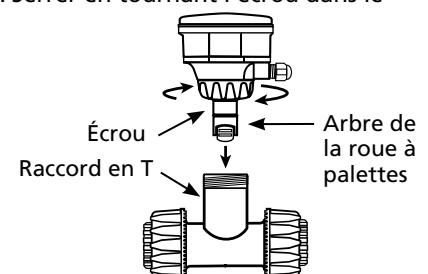

Figure 9
1. Suivre les instructions de montage du moteur et de la pompe (voir Figure 9).
2. Le module électronique du capteur de débit peut être facilement mis en place dans la chambre de débit au moyen du système de raccordement spécialement conçu pour cela (Figure 9.)
3. Insérer l'arbre de la roue à palettes dans le raccord en T (Figure 9).
sens horaire (Figure 9).